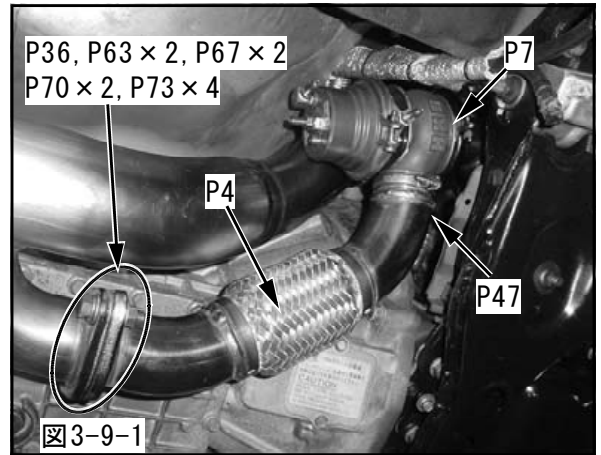

図3-9-1
- (2) GT II ウエストゲート Assy をエキゾーストマニホールドに取付けてください。(図3-9-1)
- (3-8. (1) で作業を行なったもの)
- (1) バイパスパイプを取付けてください。(図3-9-1)